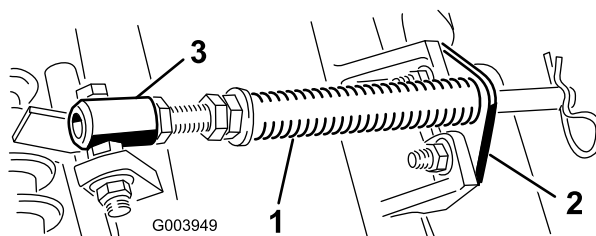

Figura 5
- A. Retire los 2 pernos de cuello cuadrado y las tuercas que sujetan el soporte de la varilla a las pestañas de la unidad de corte (Figura 5).
- B. Retire la tuerca con arandela prensada que fija el perno del tubo del muelle a la pestaña del bastidor de tiro (Figura 5). Retire el conjunto.